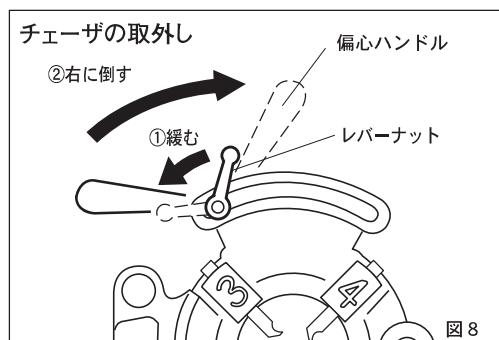

図 8
#### ■ チェーザの取外しかた (図 8)
- ①偏心ハンドルを図8矢印①の方向に倒して、レバーナットをゆるめ、偏心ハンドル部を左端一ぱいの位置までよせてください。これで3番と4番のチェーザが取外せます。
- ②次にダイヘッドを起すと1番と2番のチェーザが取外せます。
- ①ダイヘッドをチェーザの取外した状態にします。
- ②ダイヘッドの3番と4番の溝番に同じ番号のチェーザをチェーザノッチにはまりこむまで差し込んでください。
- ③次にダイヘッドを起こして1番と2番のチェーザを同じ溝番に差し込んでください。
- ④次に偏心ハンドルを図8矢印②の方向に倒すと、チェーザがダイヘッドの中心に向かって入ります。